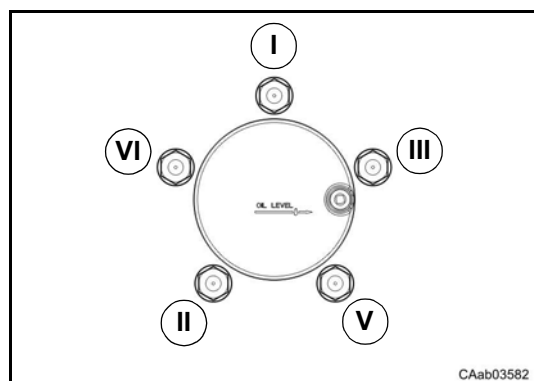

Fig. 15
- Serrare con percorso incrociato (Fig. 15, 16 e 17) i dadi ruota al **50%** della coppia di serraggio prevista con avvitatore o a mano con chiave a bussola.
- Con una chiave dinamometrica serrare i dadi ruota alla coppia di serraggio prevista (vedi manuale del veicolo) con percorso incrociato (Fig. 15, 16 e 17).
- *Tighten to cross path (Fig. 15, 16 and 17) the wheel nuts to **50%** of the requested torque with a screwdriver or by hand with a socket wrench.*
- *Using a torque wrench tighten the wheel nuts (see vehicle service manual) to the requested torque with cross path (Fig. 15, 16 and 17).*